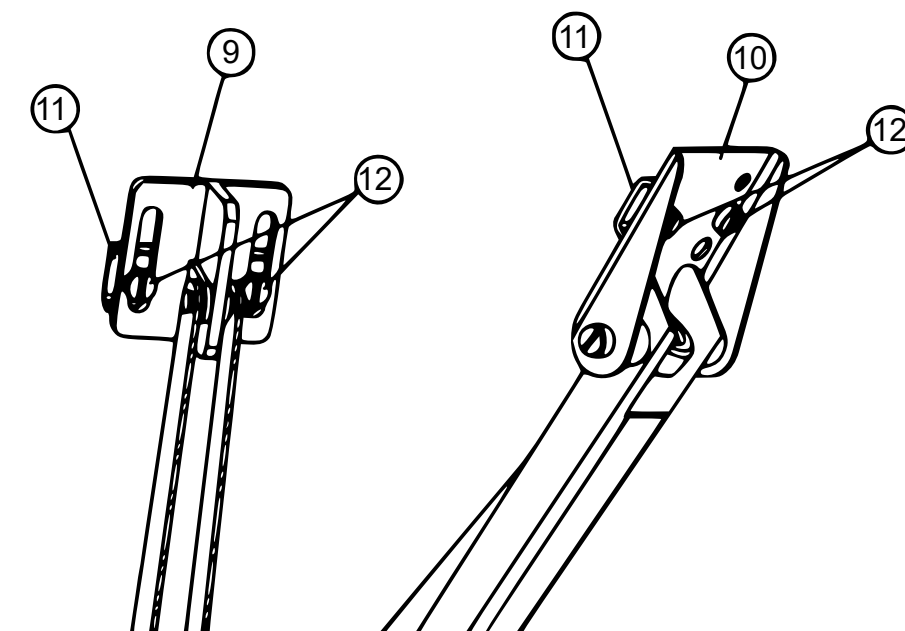

Figure 2
- Utilisez les vis (12) pour fixer sans serrer les deux colliers (11) au support de fenêtre (10) (voir fig. 2). Assurez-vous que le bord supérieur du support du cadre est proche du bord du cadre de la fenêtre. S'il s'agit d'une serre en bois, les supports des fenêtres et des cadres peuvent être vissés directement dans le bois.